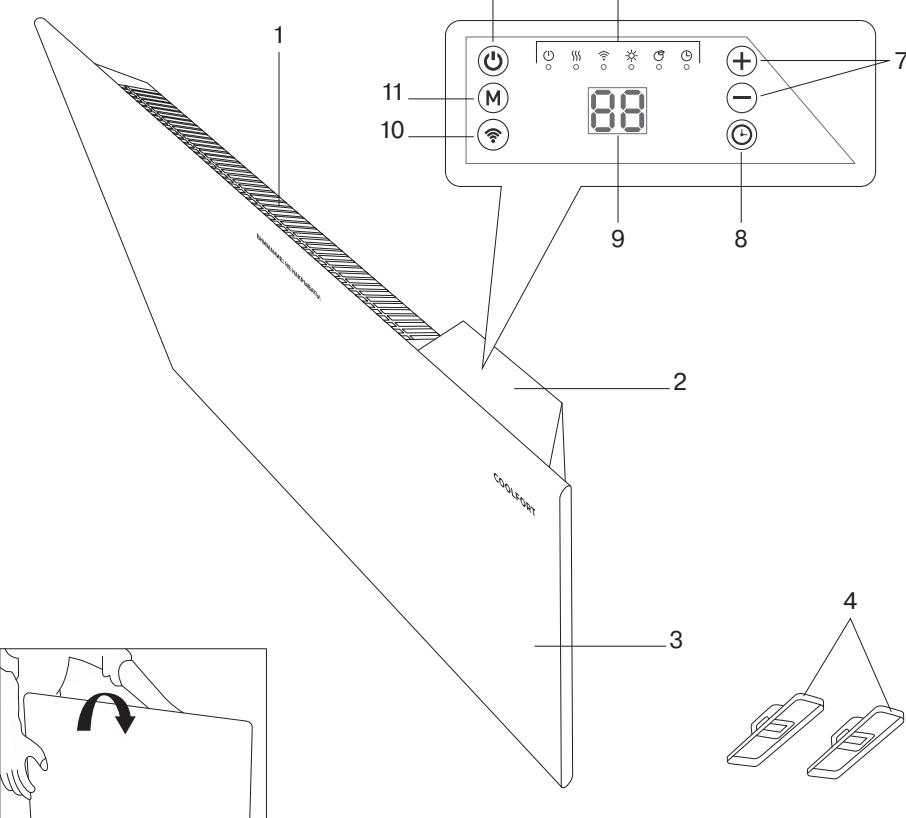

Рис.1
- Переверните устройство (рис. 1).